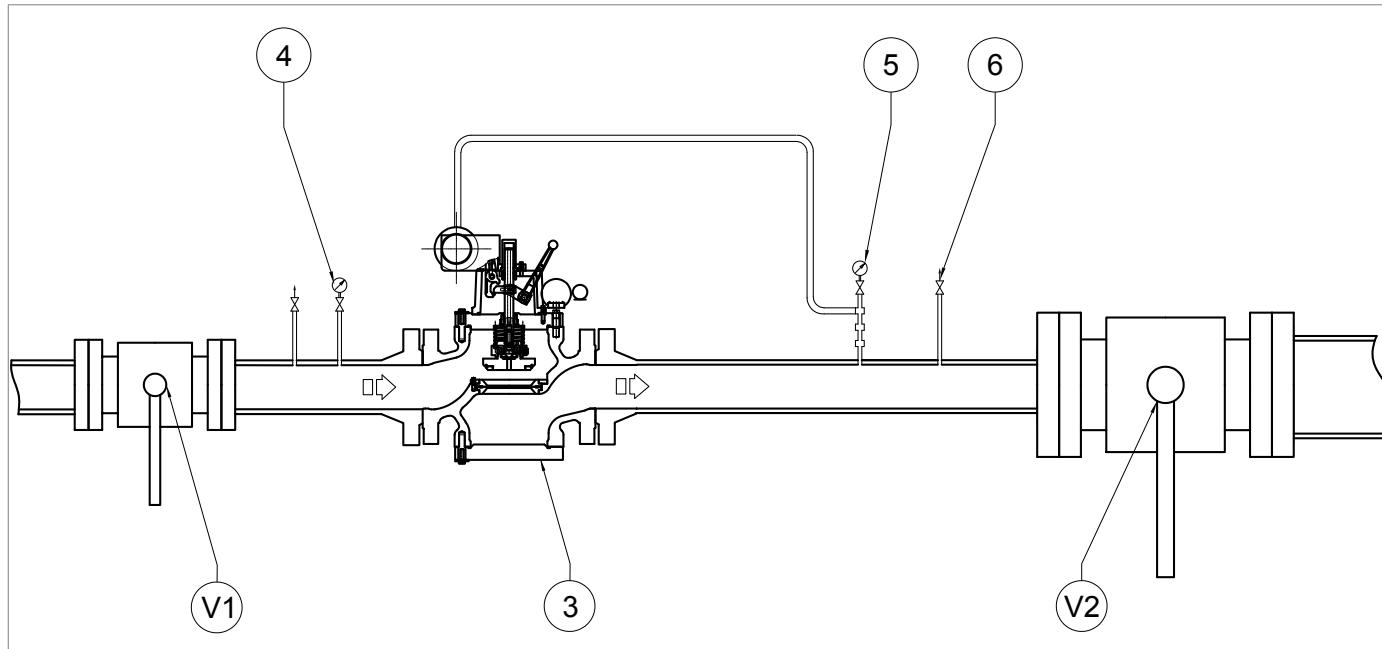

Fig. 8.11. Comprobación de la estanqueidad de la válvula de bloqueo SBC 782
1	<p>! ¡ATENCIÓN!</p> <p>Compruebe la presión consultando el manómetro aguas abajo (Fig. 8.11, ref. 5).</p> <p>Si la válvula de bloqueo:</p> <ul style="list-style-type: none"> • se dispara antes del valor de presión previsto: enrosque (en sentido de las agujas del reloj) la tuerca anular de ajuste (13) para comprimir más el muelle (11); • no se dispara con el valor de presión previsto: desenrosque (en sentido contrario a las agujas del reloj) la tuerca anular de ajuste (13), para aliviar el muelle (11).
2	Disminuya la presión en el cabezal del presostato utilizando el grifo de purga (3) de la fuente externa o el grifo de purga (Fig. 8.11, ref. 6).
1	Abra parcialmente el grifo de descarga (Fig. 8.11, ref.6) y manténgalo abierto para las fases siguientes.
! ¡ATENCIÓN! Compruebe la presión consultando el manómetro aguas abajo (Fig. 8.11, ref. 5).
3	Cierre el grifo de descarga (Fig. 8.11, ref. 6).
1	<p>Aumente la presión aguas abajo (P_d) hasta el valor de disparo de la válvula de bloqueo, para comprobar la calibración correcta:</p> <ul style="list-style-type: none"> • de la línea, utilizando una fuente de presión externa • del cabezal del presostato, refiriéndose al "8.5.3 - Presurización con fuente externa". <p>! ¡ATENCIÓN!</p> <p>Compruebe la presión consultando el manómetro (Fig. 8.11, ref. 5) situado aguas abajo del regulador principal.</p> <p>Si la válvula de bloqueo:</p> <ul style="list-style-type: none"> • se dispara antes del valor de presión previsto: enrosque (en sentido de las agujas del reloj) la tuerca anular de ajuste (13) para comprimir más el muelle (11); • no se dispara con el valor de presión previsto: desenrosque (en sentido contrario a las agujas del reloj) la tuerca anular de ajuste (13), para aliviar el muelle (11).
2	Reduzca la presión en la sección de aguas abajo abriendo la ventilación (Fig. 8.11, ref. 6) para llevarla al valor de calibración del regulador principal.
3	Cierre el grifo de ventilación (Fig. 8.11, ref. 6).
2	<p>Compruebe la presión consultando el manómetro aguas abajo (Fig. 8.11, ref. 5).</p> <p>Si la válvula de bloqueo:</p> <ul style="list-style-type: none"> • se dispara antes del valor de presión previsto: desenrosque (en sentido contrario a las agujas del reloj) la tuerca anular de ajuste (15), para aliviar el muelle (17); • no se dispara antes del valor de presión previsto: enrosque (en el sentido de las agujas del reloj) la tuerca anular de ajuste (15) para comprimir más el muelle (17);